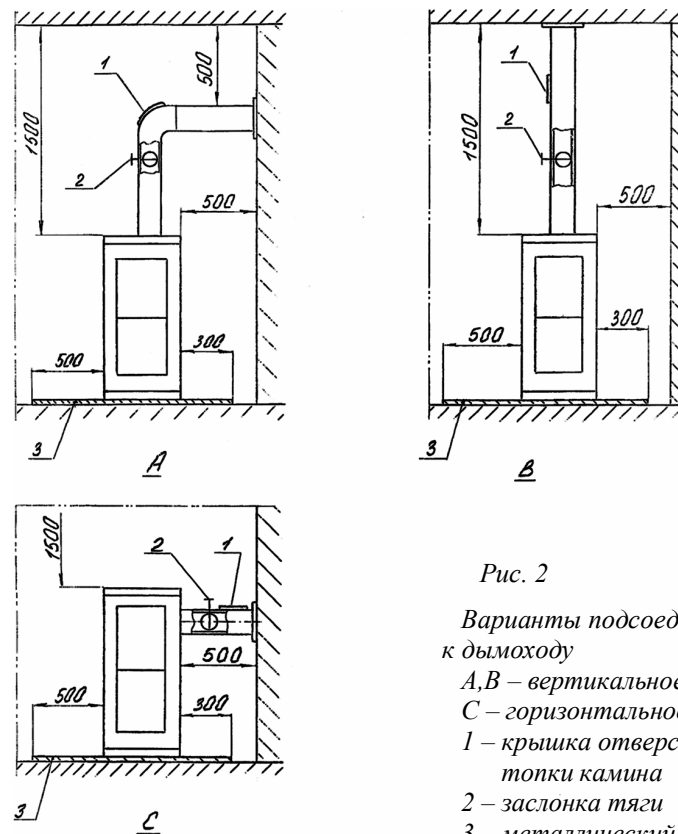

Рис. 2
Для подключения горизонтально дымохода, необходимо поменять местами крышку для чистки (10) с фланцем дымохода (7), см. рис. 2, вид С.
Варианты подключения камина изображены на рис.2.